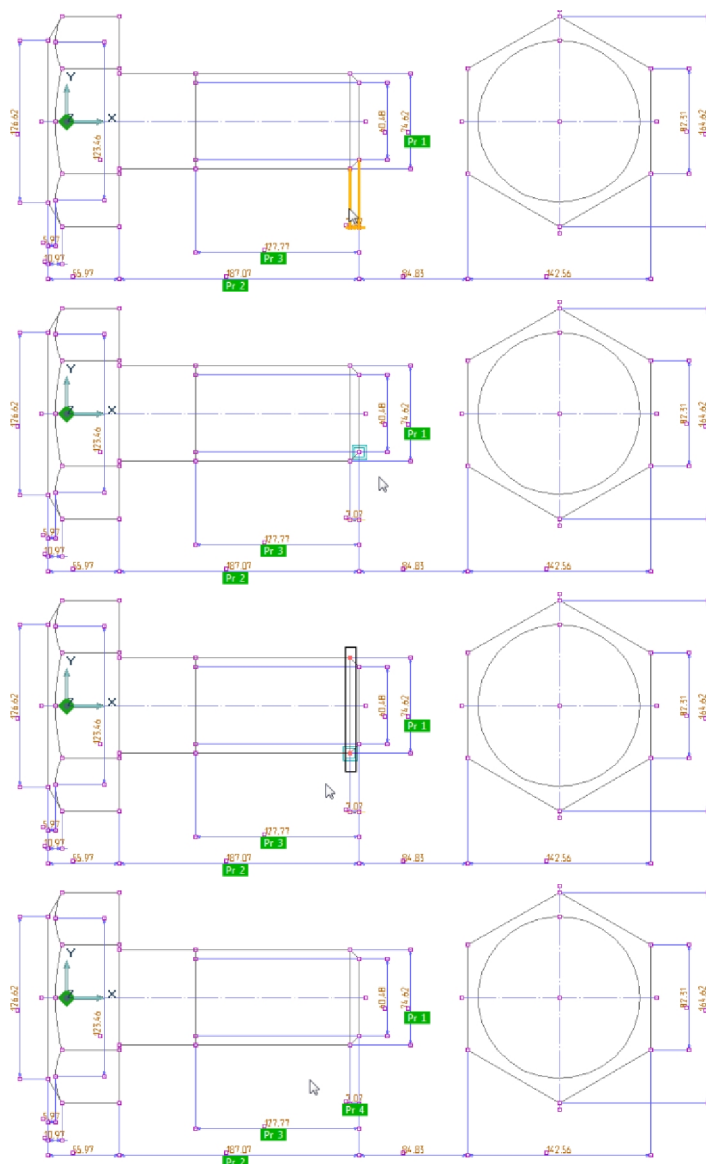

Рис. 12. Создание ПРМ 5
- Пятым будет меняться условное отображение резьбы. Схема определения размера представлена на Рис. 12.